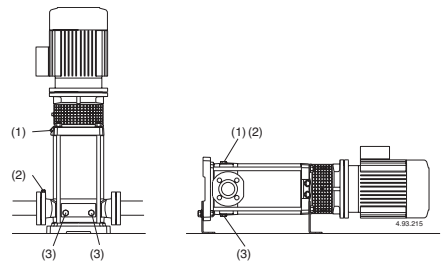
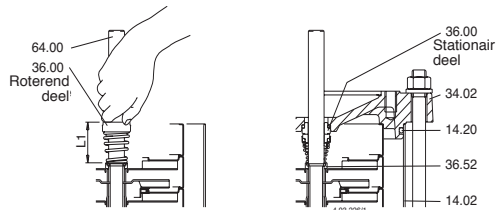

Fig.4 (1) Vullen ontluichtingsplug
Fig. 5 Montage van de mechanical seal
Wanneer de pomp boven het vloeistofniveau geplaatst is (zuigsituatie, **fig. 3A**) of in een situatie waar de toelooptdruk te laag is (minder dan 1 m) om de terugslagklep te openen, vul de zuigleiding en de pomp door de vulopening (**fig. 4**).
Sluit de ontluchtingvoor (**fig. 4**) voor MXV-B, MXV(L) 25-32-40 en MXV(L)4 25-32-40 Sluit de naaldschroef (14.07) in de aftapplug (14.12) (**fig. 4b**) en sluit de ontluchting (14.04).
Wanneer zuigverliezen optreden (onderbreken van flow ondanks geopende afsluiter) of drukschommelingen weergegeven op de manometers, controleer of alle leidingverbindingen luchtdicht zijn en controleer of de naaldschroef van de ontluchting gesloten is (**fig. 4**).
Of, na het legen, reinigen door schoon water (minimaal 40 liter) in het vulgat (1) te gieten aan de afvoerkant en het weer uit het afvoergat (3) aan de aspiratiekant (fig. 4) te laten lopen.
Voorafgaand aan demontage, sluit de afsluiters in zuig- en persleiding en tap het pomphuis af (fig. 4). Alvorens over te gaan tot demontage en montage, raadpleeg de doorsnedetekening (paragraaf 14.) en fig. 5, 6.
5. Verwijder de schroeven (61.07) en de lantaarnhouder (32.00), met ondersteuning (66.00) en koppeling (64.22) uit het bovenste deksel (34.02) en uit de as (64.00) (fig. 5).
Druk het roterende deel tot aan de steuning (35.52) over de as (64.00) zonder de veer in te drukken. Controleer de lengte voor en na plaatsing en licht het roterende deel op tot de juist aanvanghoogte (L1 in fig. 5).